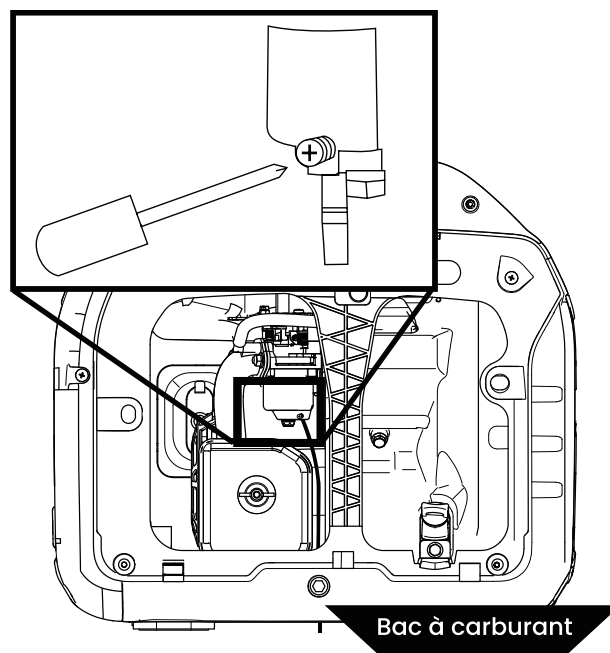

Figure 17: Desserrez la vis du bol du flotteur.
3. Desserrez la vis de vidange de la cuve du flotteur (voir figure 17) jusqu'à ce que vous voyiez le carburant s'écouler de la cuve du flotteur.